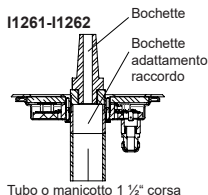

Fig. 1
3.1 - Lampada sul tubo (Fig.1):